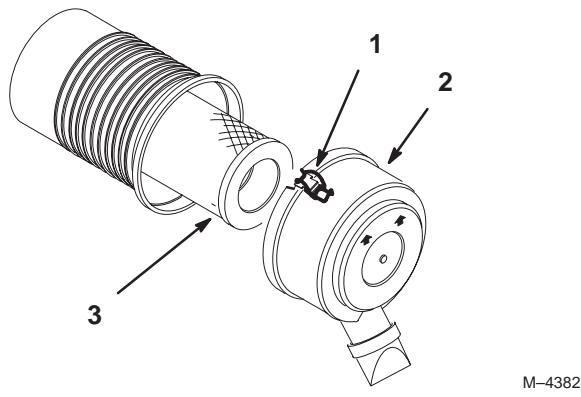

Figure 33
3. Nettoyez la surface autour du filtre à air pour éviter que des impuretés ne s'introduisent dans le moteur et l'endommagent. Desserrez les clips de blocage et déposez le couvercle du filtre à air (Fig. 33).
4. Sortez le filtre de son logement avec précaution (Fig. 33).
1. Insérez le filtre dans son logement avec précaution (Fig. 33).
2. Placez le couvercle du filtre à air dans le logement et verrouillez les clips de blocage (Fig. 33).